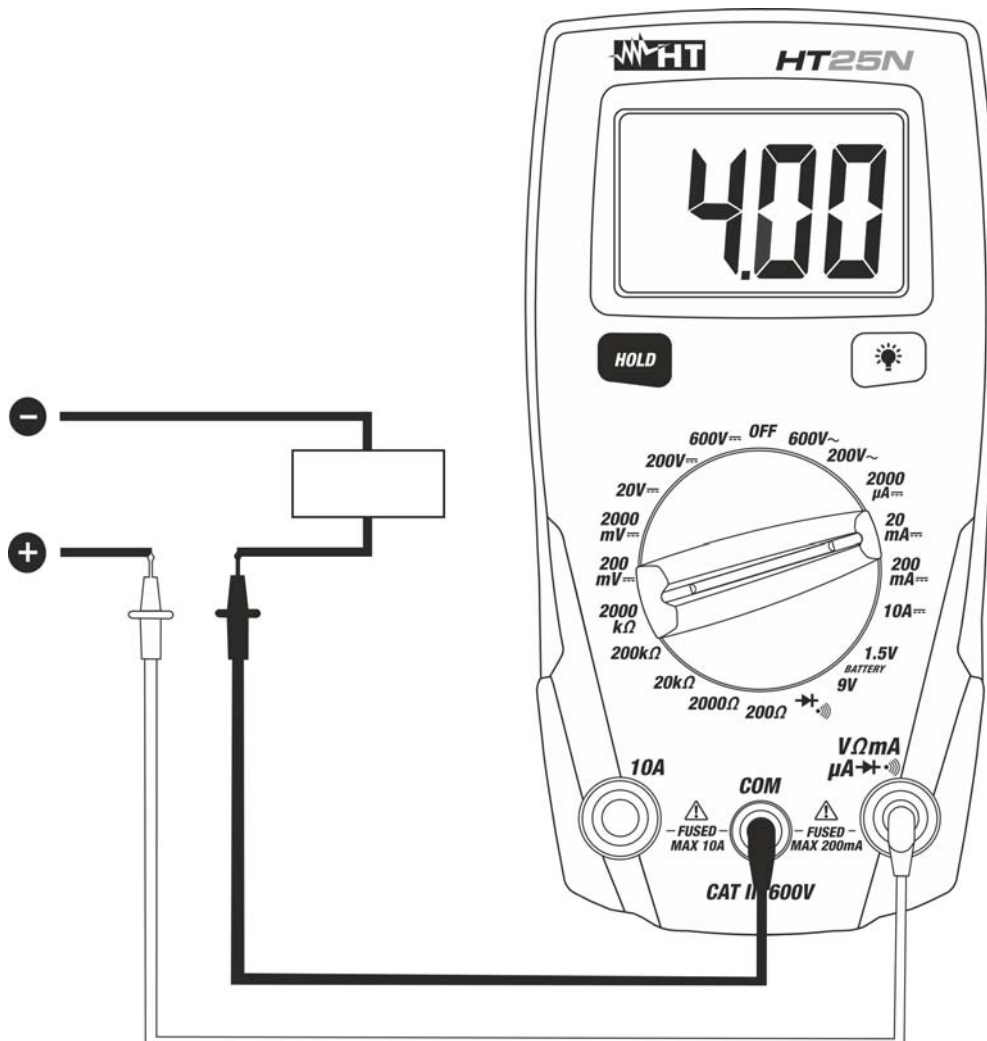

Fig. 4 : Utilisation de l'instrument pour mesure de courant DC
4. Connecter l'embout rouge et l'embout noir en série au circuit duquel on veut mesurer le courant en respectant la polarité et la direction du courant (voir la Fig. 4)
7. L'affichage du symbole «**-**» sur l'écran de l'instrument indique que le courant a une direction opposée par rapport à la connexion de Fig. 4